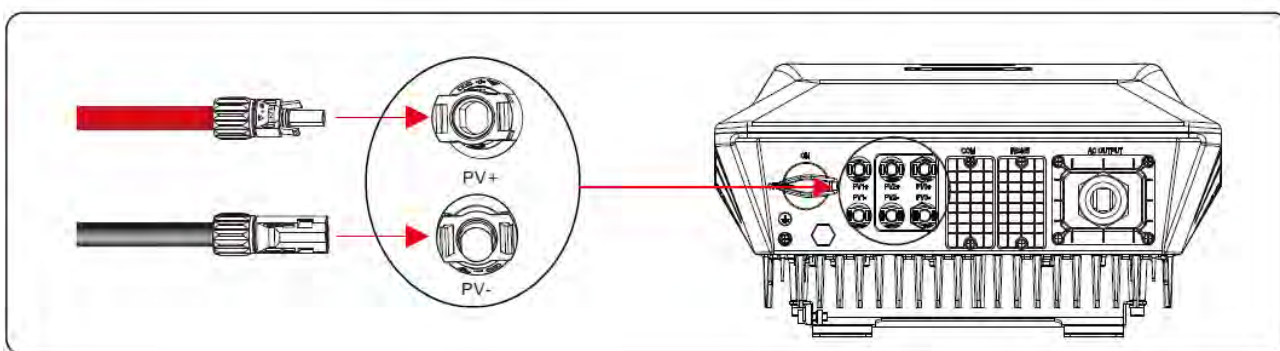

Figura 5.16 Collegamento all'inverter
**Fase 6** Inserire i connettori positivo e negativo nei rispettivi morsetti dell'inverter finché non si sente un "clac", come mostrato nella Figura 5.16.